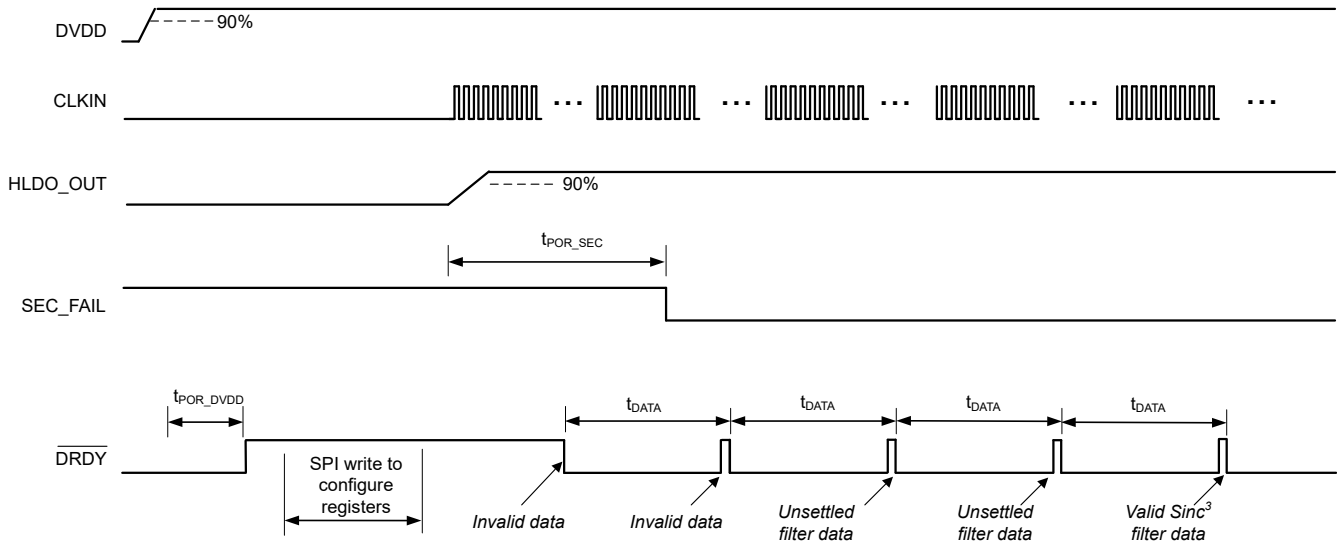
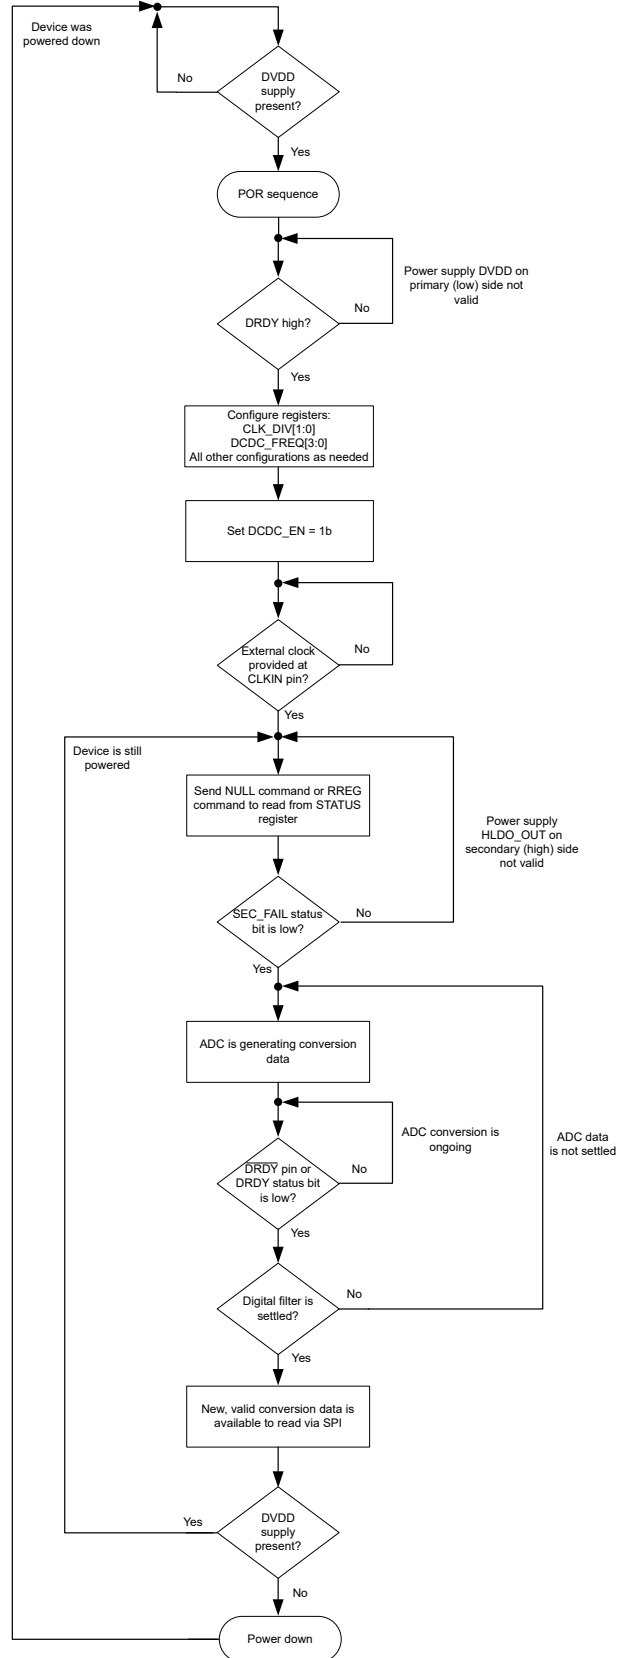

图 8-18. 上电启动行为和稳定时间，OSR = 1024
图 8-19. 上电启动过程的流程图
本节介绍了 AMC131M03 上电的推荐步骤。图 8-18 所示为使用此建议序列时器件行为的时序图。图 8-19 以图形方式提供了建议序列的流程图。
- $\overline{\text{DRDY}}$ 从高电平转换到低电平表示新的转换数据可用。如图 8-18 所示，只有 SEC_FAIL 在转换期间读取为 0b 时，ADC 数据才有效。图 8-18 中显示的前两个转换结果表示无效数据。
- 当 ADC 生成有效数据时，数字滤波器必须稳定，如 SINC^3 和 $\text{SINC}^3 + \text{SINC}^1$ 滤波器部分所述。图 8-18 中显示的两个后续转换结果是未稳定的结果（假设 OSR 等于 1024），而显示的最后一个转换结果提供了有效的稳定数据。
在图 8-18 中， $t_{\text{POR_SEC}}$ 是从启用直流/直流转换器到 SEC_FAIL 位的第一个下降沿的时间，其中后者表示 HLDO_OUT 引脚上的次级电源已稳定。 $t_{\text{POR_DVDD}}$ 是从 DVDD 电源 90% 到 $\overline{\text{DRDY}}$ 第一个上升沿的时间。